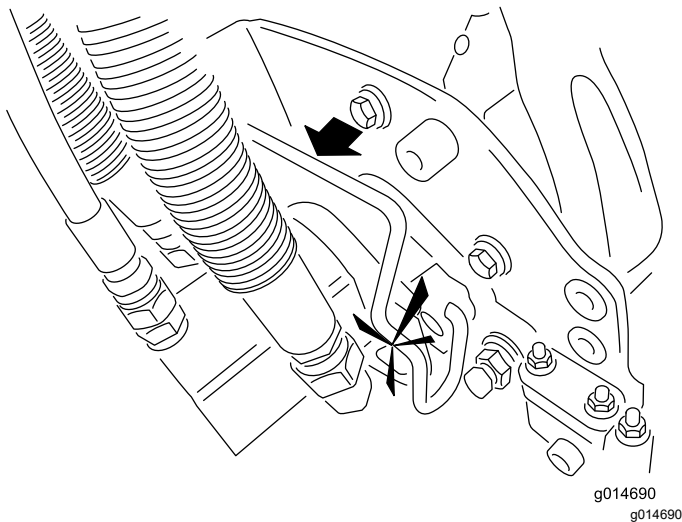

Bild 49
5. Schmieren Sie die Keilwelle des Schneideinheitmotors mit sauberem Fett ein (Bild 49).
6. Setzen Sie den Motor in die linke Seite der Schneideinheit (aus Sicht der Bedienerstellung) und ziehen Sie die Motorbefestigungsstange an der Schneideinheit zum Motor, bis Sie einen deutlichen Klick von beiden Seiten des Motors hören (Bild 49).